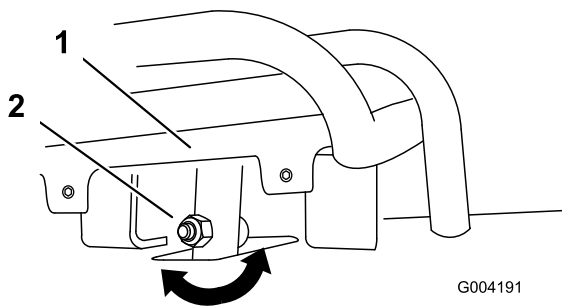
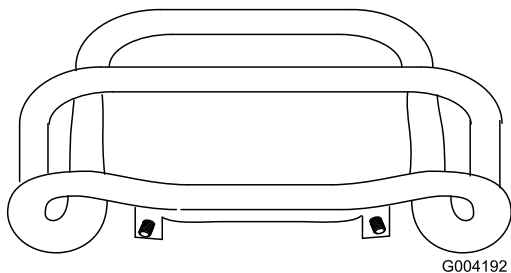

Bild 54
Bild 55
4. Wenn die Vorderseite des Fahrtriebs nicht bündig und gleichmäßig am Anschlagbügel bleibt, lösen Sie die Bundmutter und die Schraube im Schaft des Fahrtriebs (Bild 54).
5. Stellen Sie den Fahrtrieb so ein, dass er bündig am Anschlagbügel bleibt, wenn er gerade nach hinten gezogen wird (**Bild 54** und **Bild 55**).
- C. Lösen Sie die Bundmutter und die Schraube im Fahrtriebsschaft (**Bild 54**).
- I. Stellen Sie den Fahrtrieb so ein, dass er bündig am Anschlagbügel bleibt, wenn er gerade nach hinten gezogen wird (**Bild 54** und **Bild 55**).